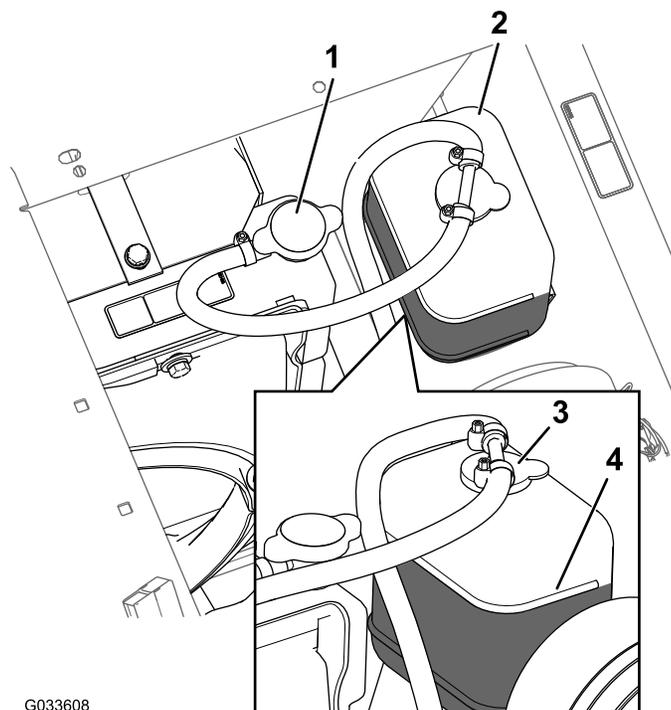

图85
3. 小心拆下散热器盖和膨胀水箱盖（图85）。
**注意：** 散热器中的冷却液应添加至加液口颈的顶部，而膨胀水箱中的冷却液应添加至水箱上的“已满”标记处（图85）。
5. 如果冷却液液位较低，请拆下膨胀水箱盖和散热器盖，然后将膨胀水箱添加至“已满”标记处，将散热器添加至加液口颈的顶部（图85）。
6. 安装散热器盖和膨胀水箱盖（图85）。
2. 发动机冷却后、拆下散热器盖（图85）。